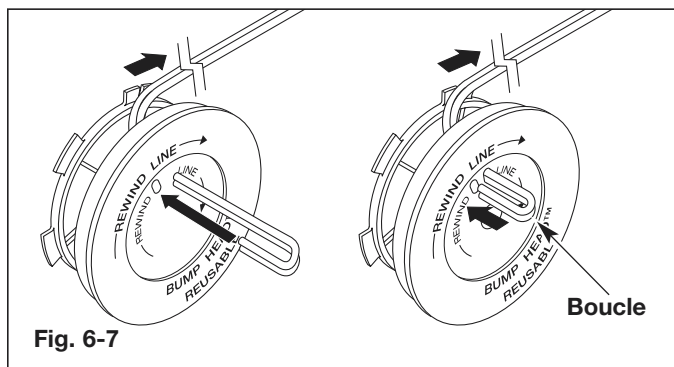

Fig. 6-7
- Insérez l'extrémité du fil dans le trou ouvert du moulinet et tirez sur le fil pour que la boucle soit le plus petit possible (Fig. 6-7).